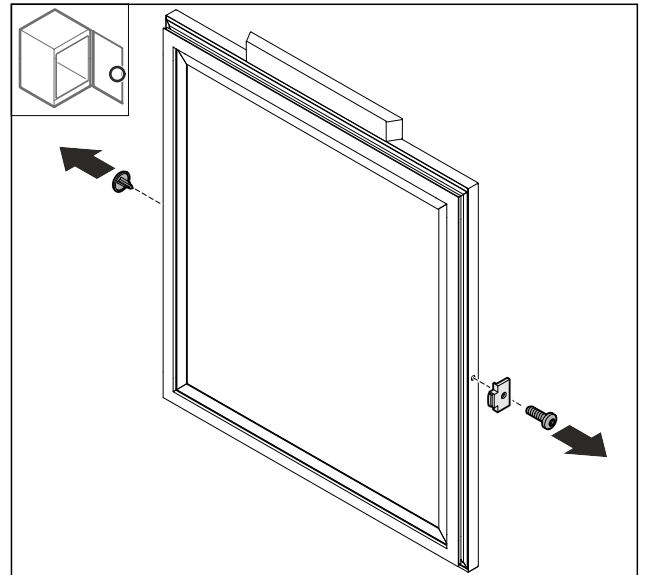

Fig. 47
- ▶ Abdeckung Fig. 47 (1) entfernen.
- ▶ Türstopper Fig. 47 (2) demontieren.